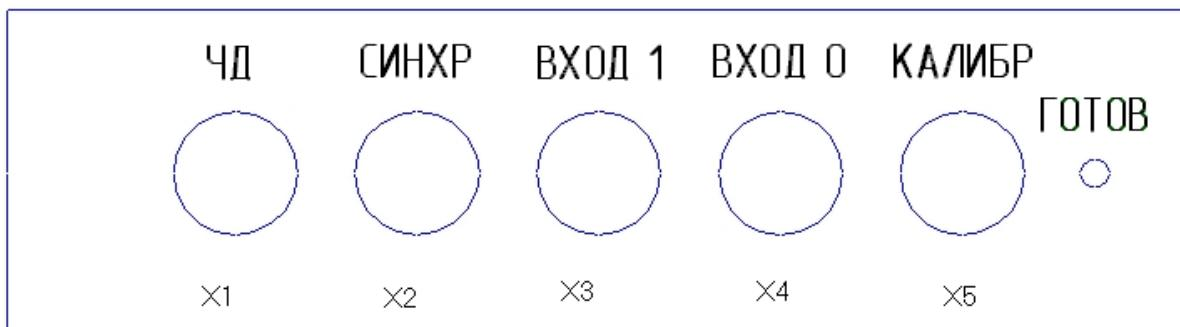

Рис. 4.1. Передняя панель прибора.
4.2.3. Для предотвращения выхода из строя устройства ОЦЗС-02(250USB) на входные разъемы необходимо подавать сигналы с параметрами, указанными в таблице (Таблица 4. 1). Расположения разъёмов указано на рисунках (Рис. 4.1 и 4.2).